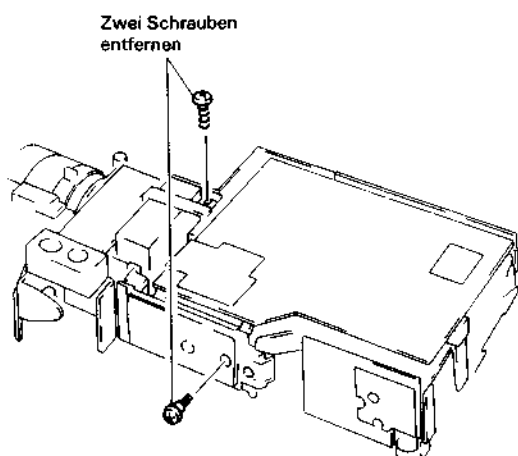

Abb. 2.42 Ausbau des Bandlaufwerkes
5. Die zwei (2) Befestigungsschrauben des Kamera- und Videorekorder-Abschnittes entfernen (siehe Abb. 2.42).
2. Die zwei (2) Befestigungsschrauben des Kamera- und Videorekorder-Abschnittes lösen (siehe Abb. 2.42).